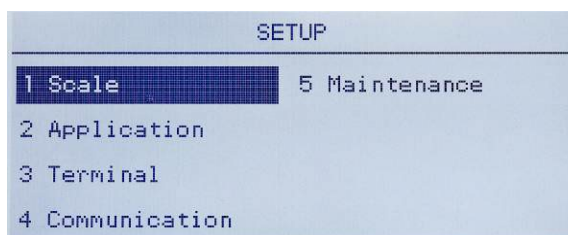

Figure 3-28 : Menu de configuration - Réinitialisation
1. Appuyez sur la touche MENU et sélectionnez ensuite l'icône de configuration . La Figure 3-28 présente la première page du menu de configuration avec affichage des cinq branches principales.